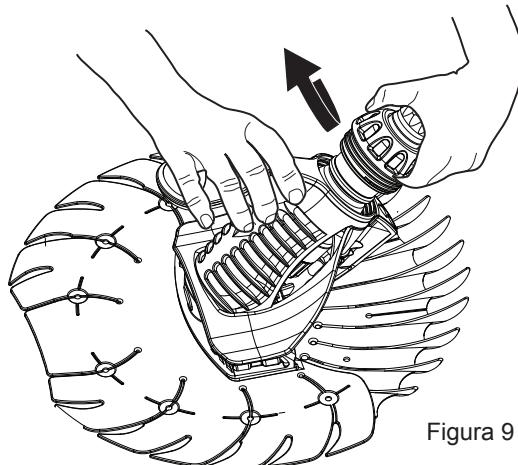

Figura 9
- Inserte el motor en el cuerpo y enrosque y apriete la tuerca manual (ver Figura 9).